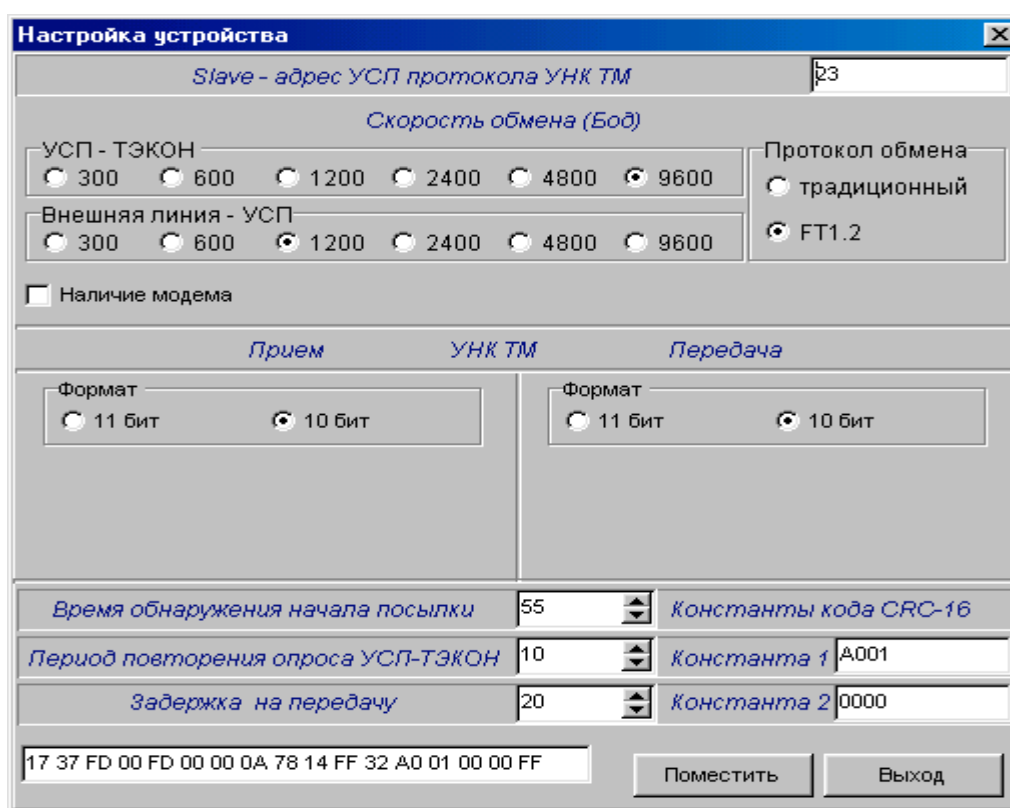

Рисунок 3.13 – общие настройки УНК ТМ
3.2.5.2 В пункте «общие настройки» настраиваются общие характеристики УСП, описанные в подразделе 2.6. Способ задания настроек ясен из картинки на экране (см. рисунок 3.13). Выбрав настройки, щелкните мышью на изображении клавиш «поместить» и «выход».